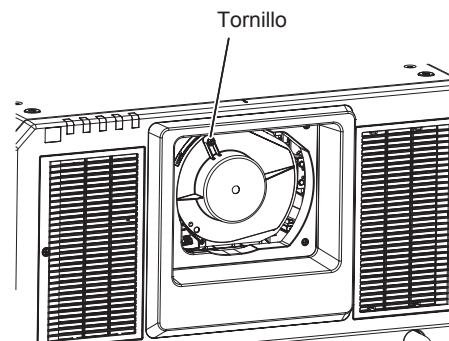

Figura 3
- 4) **Fije la cubierta de la zona de la lente. (Figura 3)**